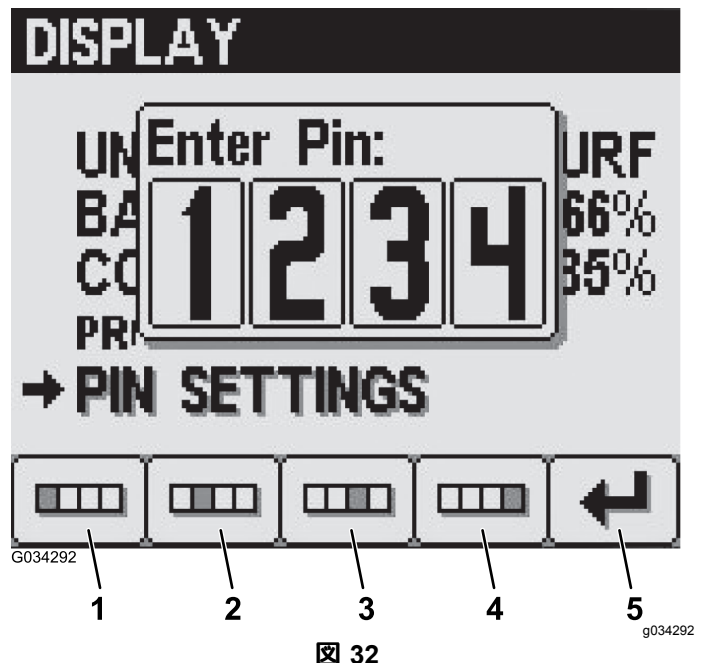

図 32
2. ボタン 14 を使って 4けたの PIN を入力し、入力が完了したらボタン 5 で確定する 図 32。
4. 古いPIN を入力Enter Old PIN という画面で、ボタン 14 を使って現在の 4けたの PIN を入力し、入力が完了したらボタン 5 で確定する 図 32。